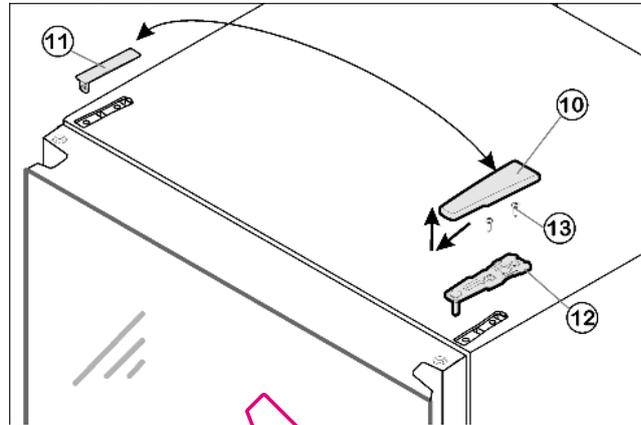

Fig. 8
- ▶ Enlever le cache Fig. 8 (10) vers l'avant et en haut.
- ▶ Retirer le cache Fig. 8 (11).
- ▶ Dévisser le Fig. 8 (12) support d'appui supérieur (2 Torx® 25) Fig. 8 (13) et retirer vers le haut.
- ▶ Placer le support d'appui supérieur Fig. 8 (12) sur le nouveau côté charnière dans la porte.
- ▶ Visser le support d'appui supérieur à fond (avec 4 Nm) (2 x Torx® 25) Fig. 8 (13). Pointer les trous de vissage ou utiliser une visseuse sans fil.
- ▶ Faire encliqueter le cache Fig. 8 (11) et le cache Fig. 8 (10) du côté opposé.